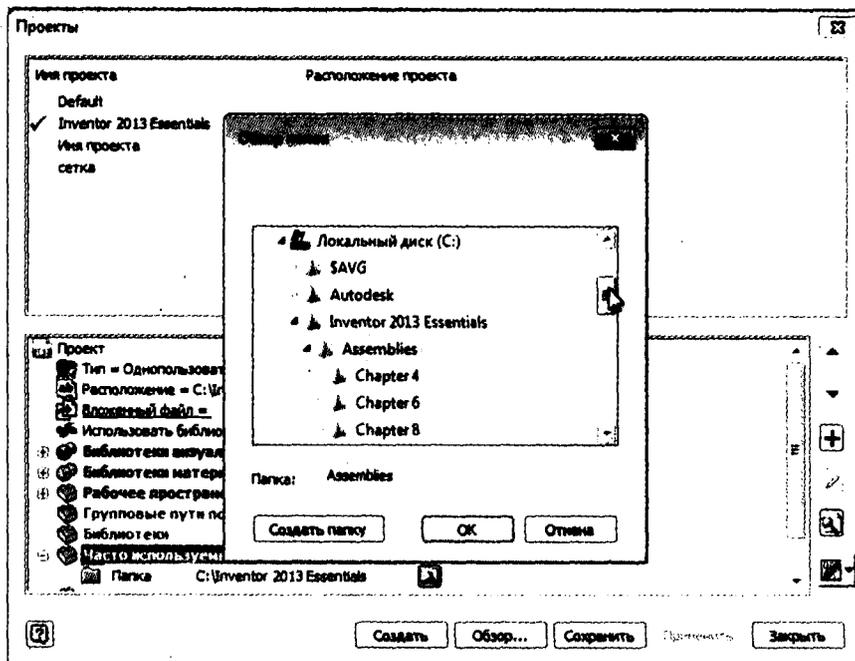

Рис. 1.25. Использовать библиотеку стилей
5. Появится новая строка под выделенной. В поле слева введите **Assemblies**, справа введите путь **C:\Inventor 2013 Essentials\Assemblies**. См. рис. 1.25.